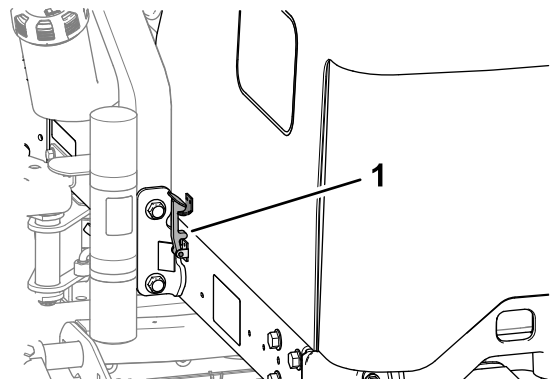

Figura 54
2. Gire el capó hacia arriba y hacia atrás (Figura 54).